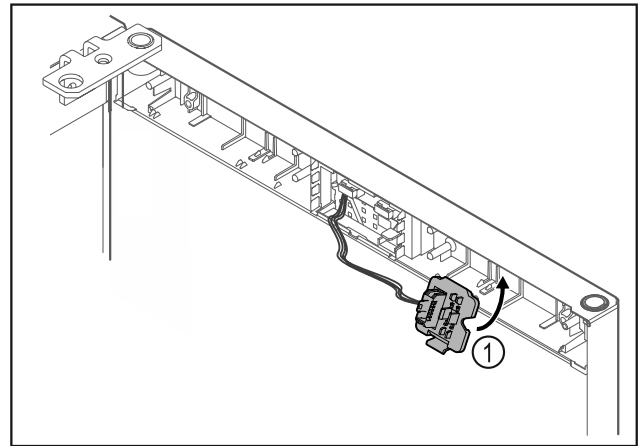

Fig. 15
- ▶ Tryck fast kontakthållaren Fig. 15 (1) på den motsatta sidan.